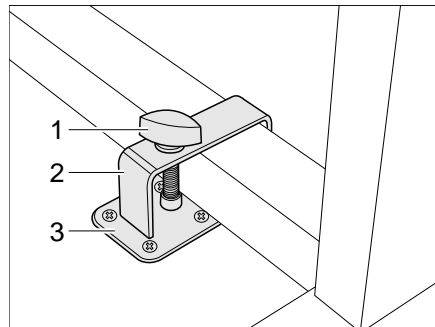
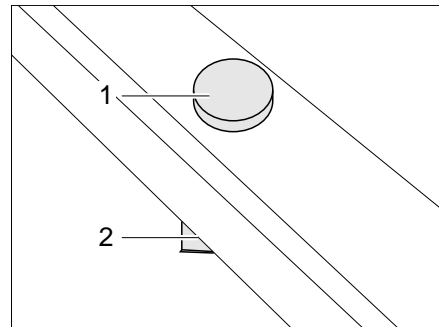

Bild 75 Arretierung Schwenktisch mit Bügel
Bild 76 Arretierung Schwenktisch ohne Bügel
- Den Schwenktisch neben die Halterung (Bild 75,3) bzw. auf die Halterung (Bild 76,2) stellen.
- Den Bügel (Bild 75,2) mit der Halteschraube (Bild 75,1) über den Tischfuß legen.
- Den Bügel und ggf. den Schwenktisch so verschieben, dass die Halteschraube (Bild 75,1 bzw. Bild 76,1) in die Halterung (Bild 75,3 bzw. Bild 76,2) geschraubt werden kann.